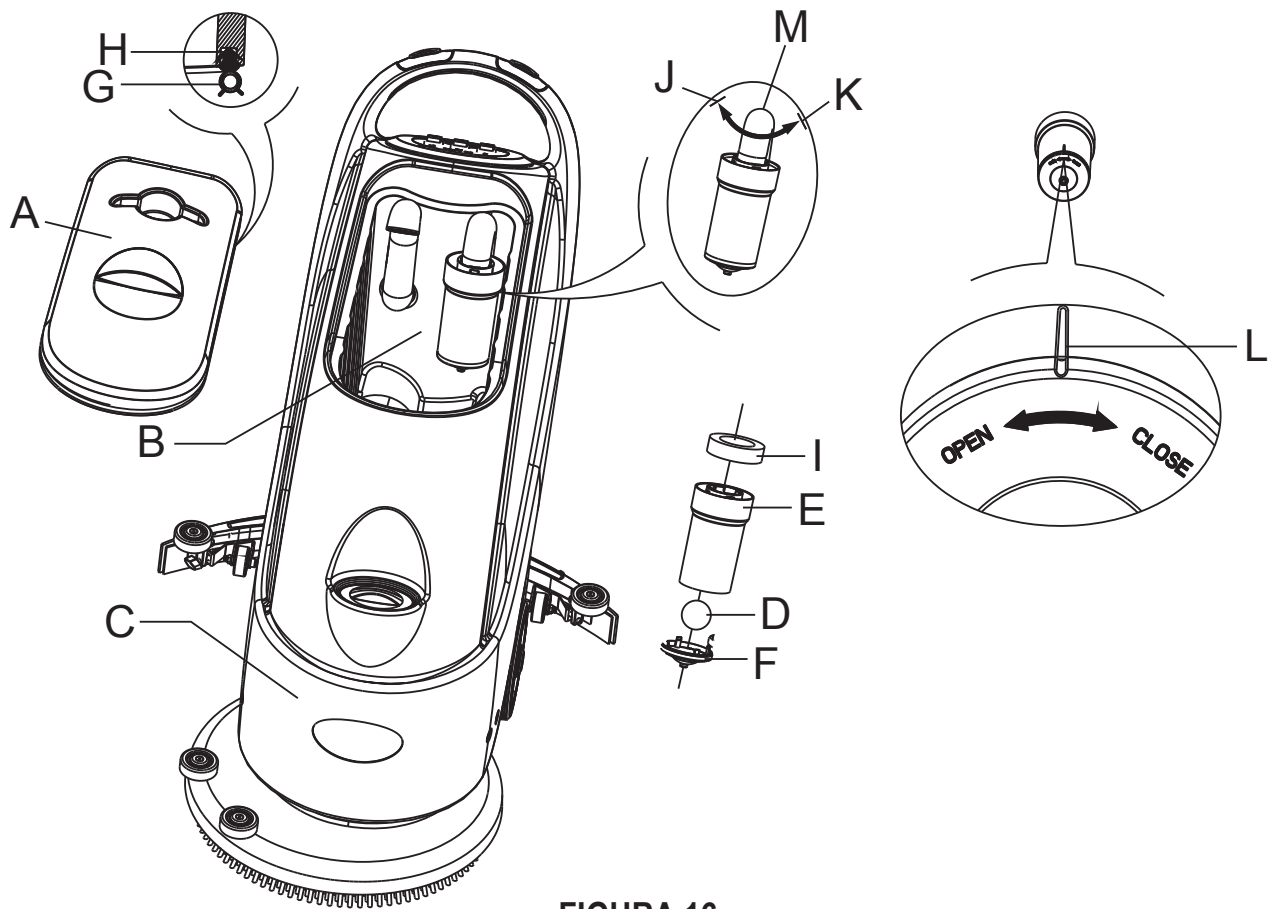

FIGURA 16
2. Presione el interruptor de encendido (41) en la posición "O" para apagar la máquina.
3. Abra la tapa del depósito de recuperación (A, Figura 16), y saque el dispositivo de flotación (36) desde el interior del tanque.
4. Use agua limpia para enjuagar la tapa del depósito de recuperación (A), el depósito (B y C), y el bastidor de soporte del filtro flotante (E). Drene toda el agua del depósito de agua. Drene toda el agua del depósito de agua.
5. Si es necesario, siguiendo los símbolos de "Abrir" y "Cerrar" como se muestra en la Figura 16, abra la tapa inferior (F) del filtro del flotante y limpie el flotante (D), el bastidor de soporte del filtro del flotante (E), y el filtro de esponja (I). Después de la limpieza, vuelva a colocar el flotante en el bastidor de soporte (E), y luego alinee la ranura (L) de la tapa inferior (F) del filtro flotante con la ranura (L) de la estructura de soporte del filtro flotante (E). Gire apretando la tapa inferior (F) del filtro flotante, y conecte nuevamente el filtro de esponja (I) en el bastidor de soporte (E), y luego en el tubo de aspiración (M).
6. Inspeccione el sello/junta (G) de la tapa del depósito de recuperación. Si es necesario, puede sacarse de la ranura (H) el sello / junta (G) del depósito de recuperación y cambiarse. Al instalar nuevamente el sello / junta, como se muestra a continuación en la Figura 16, instalar el conector a la sección media de la parte trasera.